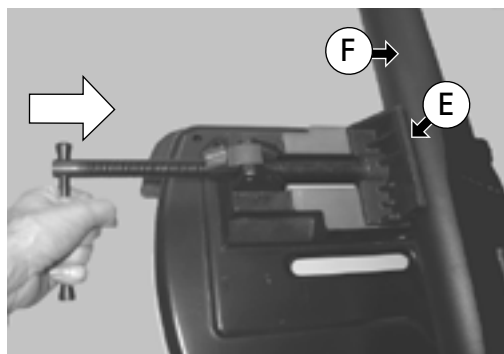

Fig. 17
3. Coloque la pieza a cortar (F) y empuje la manivela en el sentido de la flecha - (Fig. 17) - hasta que la cara delantera del torno de banco esté en contacto (E) con la pieza a cortar (F).